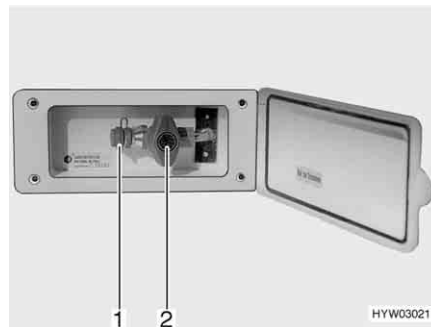

Fig. 164 Ligação exterior do gás, torneira de segurança do gás fechada
Dependendo do modelo, a ligação exterior do gás (Fig. 164) encontra-se na parte traseira ou no lado esquerdo ou direito do veículo.
- Ligue o aparelho externo a gás no ponto de ligação (Fig. 164,1).
- Abra a torneira de segurança do gás (Fig. 164,2).